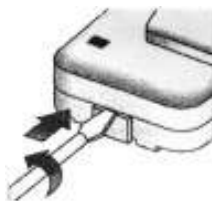

Рисунок 2.
Внешний вид сигнализатора изображен на рисунке 1. Корпус выполнен из негорючего пластика, имеет степень защиты IP42 и отлично защищает сигнализатор от воздействия внешних факторов. Конструкция состоит из основания и верхней крышки, соединенных между собой защелками. Для снятия верхней крышки необходимо аккуратно нажать и повернуть отверткой в отверстия с правой боковой стороны сигнализатора (рисунок 2).
1. Открыть корпус, аккуратно нажав и повернув отверткой в отверстии с правой боковой стороны сигнализатора (рисунок 2).